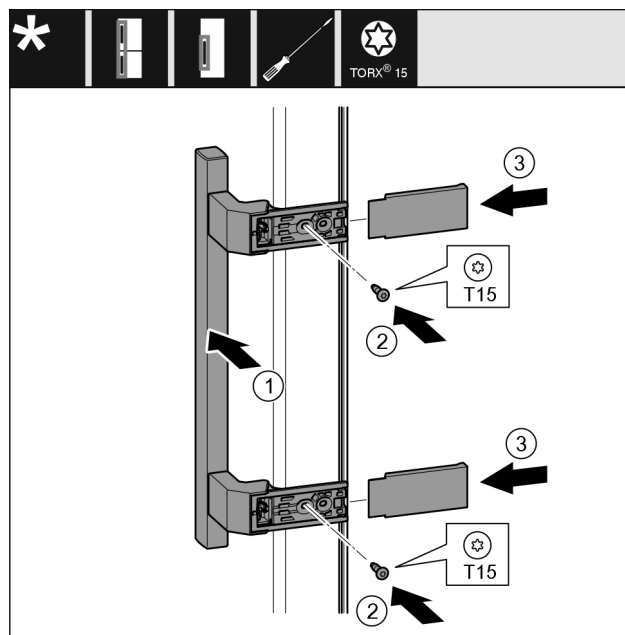

Fig. 22
- ▶ Placer la poignée Fig. 22 (1) du côté opposé.
- ▶ Serrer les vis Fig. 22 (2) avec un tournevis.
- ▶ Placer les caches Fig. 22 (3) sur le côté et les faire glisser.